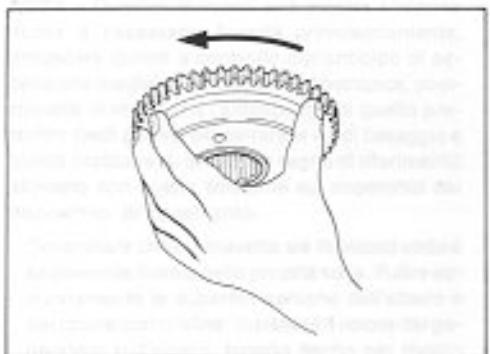

Fig. 122
- I rulli, i pistoncini e le mollette vanno posizionati nella ruota libera servendosi di un piccolo cacciavite. Quando tutti i rulli sono a posto, tenendo orizzontale il corpo della ruota libera, installare l'ingranaggio, ruotandolo leggermente per allargare i rulli. L'ingranaggio deve essere ruotato in senso orario (visto dall'alto) (Fig. 122).
- The rollers, the plungers and the springs should be inserted in the starting clutch by means of a small screwdriver. Having installed all the rollers, holding the clutch body horizontally, fit the gear slightly turning it to ease insertion. The gear should be rotated clockwise (as seen from above) (Fig. 122).